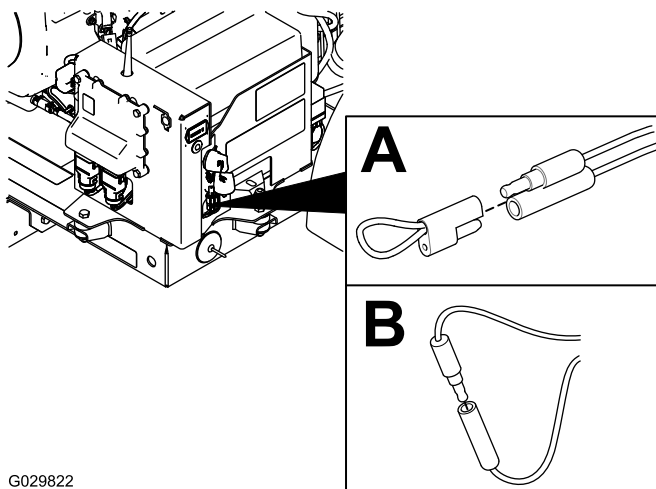

Bild 36
2. Ziehen Sie die unverlierbare Kappe von den zwei Diagnostik-Shuntsteckern ab (Bild 36 A).
3. Stecken Sie die Diagnostik-Shuntstecker zusammen (Bild 36, B).